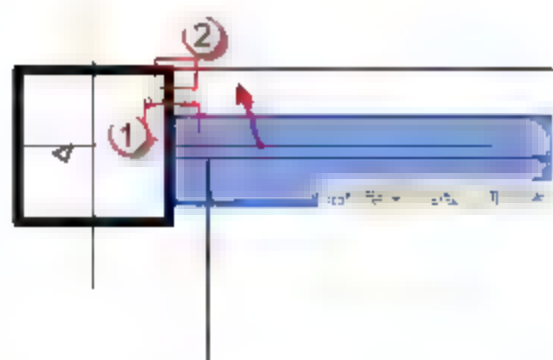
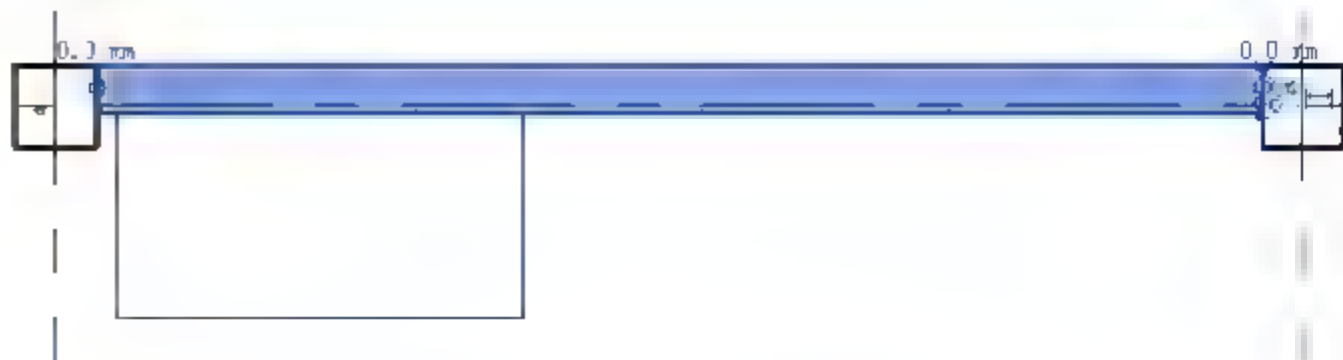

图 5.3.31 调整 L-3 位置
图 5.3.32 L-3 绘制完成
(6) 绘制 L-3。按快捷键 B+M（绘制梁命令），在“属性”面板中选择“混凝土-矩形梁”梁类型，选择 L-3 梁，调整梁的位置，如图 5.3.31 所示，最后将 L-3 绘制在梁定位处，如图 5.3.32 所示。